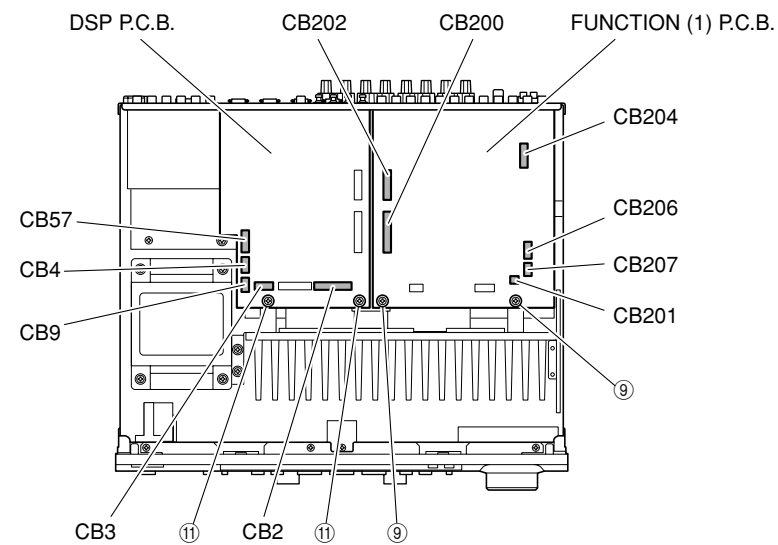

Fig. 2
**5. Removal of FUNCTION (1) P.C.B.**
- a. Remove 2 screws (9). (Fig. 2)
- c. Remove CB200-202, CB204, CB206 and CB207. (Fig. 2)
- d. Remove the FUNCTION (1) P.C.B.. (Fig. 2)
- a. ⑨のネジ2本を外します。(Fig. 2)
- c. CB200~202、CB204、CB206、CB207を外します。(Fig. 2)
- d. FUNCTION(1)P.C.B.を取り外します。(Fig. 2)
- a. Remove 2 screws (11). (Fig. 2)
- c. Remove CB2-4, CB9 and CB57. (Fig. 2)
- d. Remove the DSP P.C.B.. (Fig. 2)
- a. ⑪のネジ2本を外します。(Fig. 2)
- c. CB2~4、CB9、CB57を外します。(Fig. 2)
- d. DSP P.C.B.を取り外します。(Fig. 2)